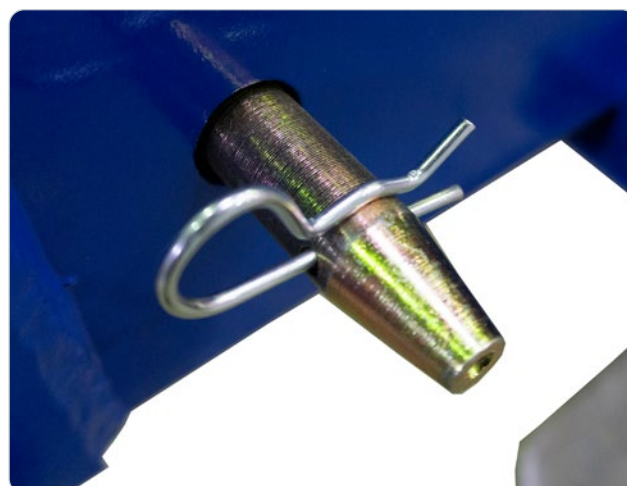

Figure 2
6. Réglez la position souhaitée du bras télescopique, en tenant compte des capacités, et fixez-le avec le boulon de sécurité (Figure 2).